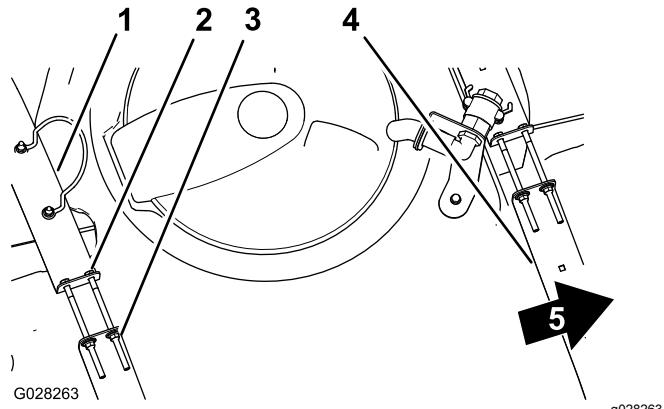

Рисунок 17
- Убедитесь в отсутствии люфта между хомутами и баком (Рисунок 17).
- Если хомуты вокруг бака ослаблены, затяните фланцевые контргайки и болты в верхней части хомутов заподлицо с поверхностью бака (Рисунок 17).